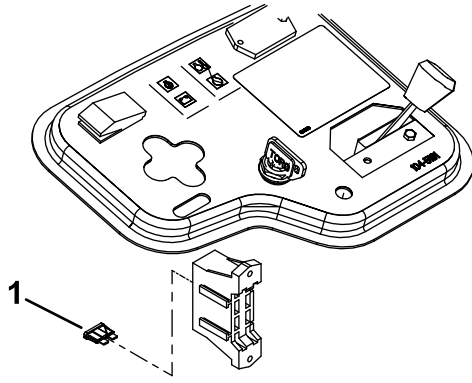

Figura 7
9. Instale el fusible de 10 amperios en el receptáculo abierto en el bloque de fusibles (Figura 7).